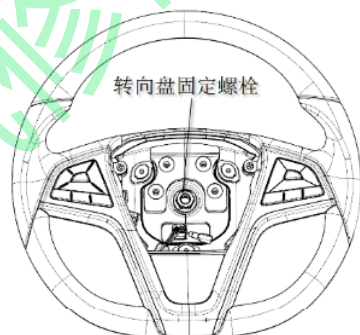

图3-3
①拔出其余线束接插件；
②松开固定转向盘的六角法兰面螺栓。如图 3-3所示。